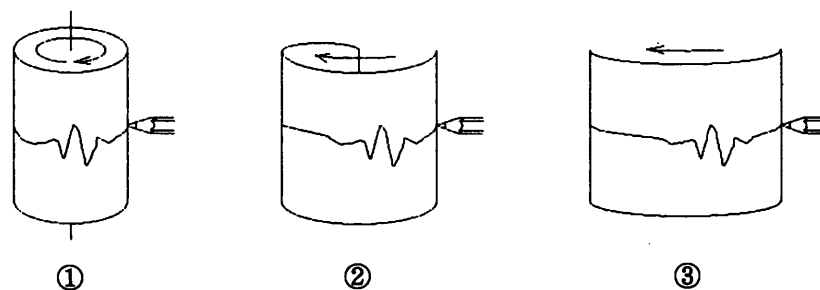

図4-30 ロール動作
本器のロール・モードは図4-30①の記録紙がメモリに相当します。①図のようなペンレコーダの場合、記録紙が1周すると2周目からは前の記録の上に新たなデータを重ね書きしていきませんが、本器のロール・モードではメモリにすべて書き込まれると、新たなデータが書き込まれるごとに一番古いデータを消去していきいます。そしてメモリから読み出したデータを編集しながら最新のデータが管面の右端に、一番古いデータが左端に表示されるようにしています。